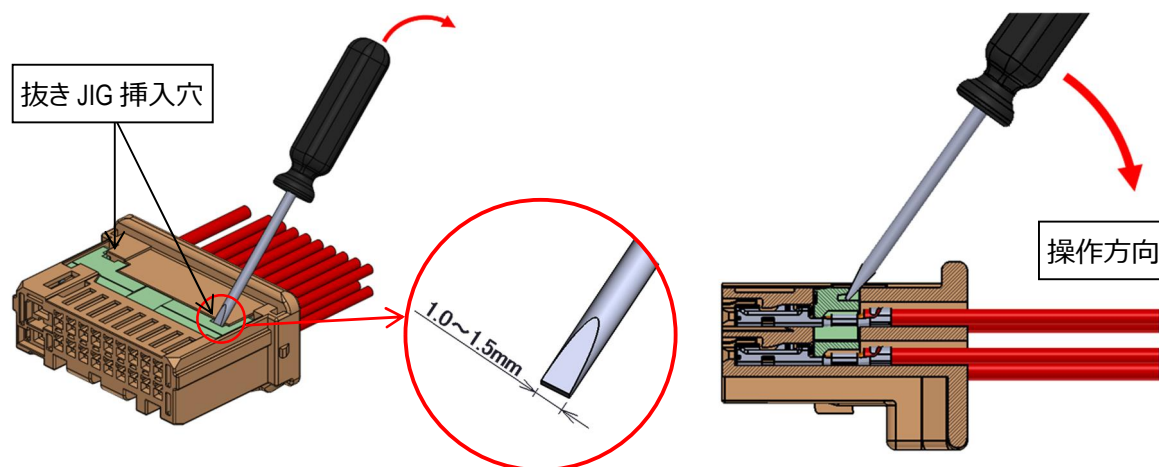

図 30.リテーナ解除方法
- ①破損・変形のあった場合は、使用せず新品と交換して下さい。
- ①メスハウジング底面(2 か所)の抜き JIG 挿入穴部に 1.0 mm～1.5 mm 幅のドライバーを差し込み、リテーナを押し出してください。(図 30 参照)